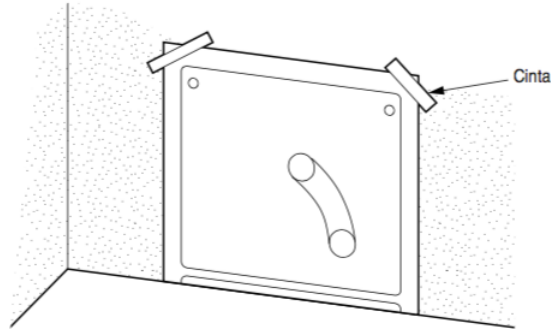

Fig. 1
**Abrazadera de manguera (2)**
**Bandeja de goteo (1)**
**Recipiente para el aceite (1)**
**Ensamblaje protección superior (1)**
1. Para la instalación estándar use la plantilla incluida para ubicar la abertura del conducto de humos de manera correcta. Use cinta adhesiva o clavos pequeños para fijar la plantilla en la posición deseada en la pared (ver la Fig 1).